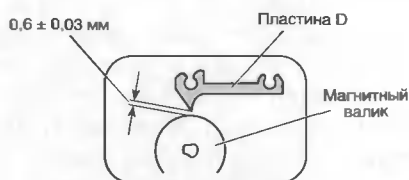

Рис. 2. Зазор между лезвием и магнитным валиком
3. Введите два калибровочных щупа толщиной 0,6 мм по краям секции узла проявления в зазор между пластиной «D» и магнитным валиком (см. рис. 2).